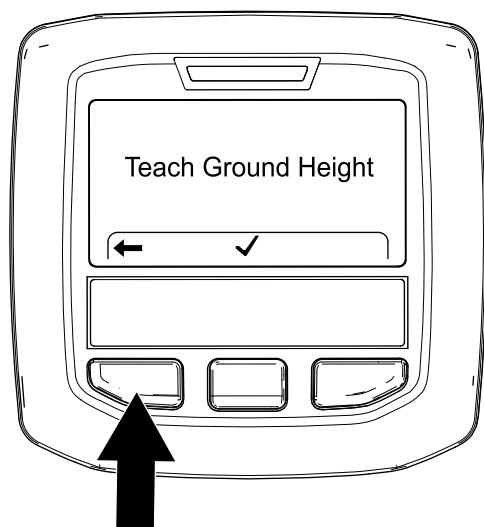

Figure 71
7. Appuyez sur le bouton gauche de l'InfoCenter pour quitter l'application Teach Ground Height (apprentissage de la hauteur par rapport au sol) (Figure 71).